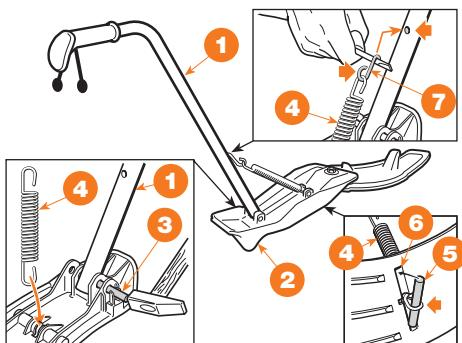

Рис. 8
- Установить рукоятку ① на пробку-отражатель ② при помощи штифта ③, подталкивая его вглубь с помощью молотка (Рис. 8).
- Один конец пружины ④ вставить в отверстие пробки-отражателя ② и закрепить его при помощи штифта ⑤, вставленного в специальное гнездо ⑥ пробки-отражателя ②.
- Другой конец пружины ④ вставить в более широкую часть крюка ⑦.
- При помощи отвертки прикрепить более узкую часть крюка ⑦ к отверстию рукоятки.